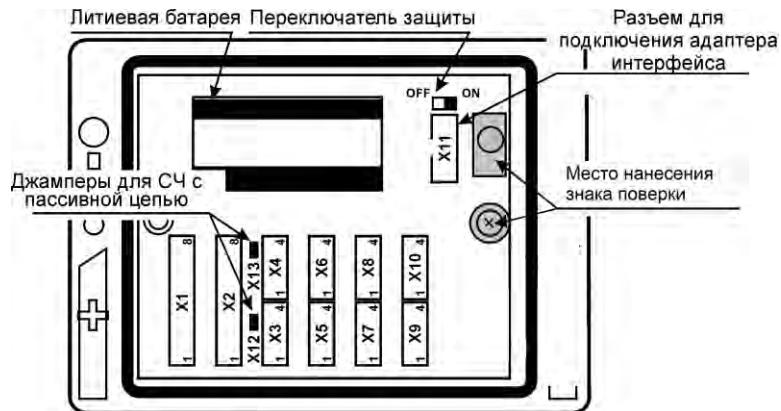

Рисунок 5.3 – Внешний вид модуля
Экраны кабелей должны быть электрически соединены между собой (только в одной точке) и с контактами X3:1 и X4:1 (рис. 5.3).
1. Джамперы X12 и/или X13 (рис. 5.3) должны быть установлены;
1. Джамперы X12 и/или X13 (рис. 5.3) должны быть сняты;
Для защиты от несанкционированного вмешательства в работу вычислителя переключатель защиты (рисунок 5.3) переводят в левое положение OFF. При этом попытки изменения настроочных параметров (кроме параметров группы Интерф. и параметров RO, N2, CO2 и Рб группы Общие) игнорируются, а на табло индицируется сообщение ЗЩ!.